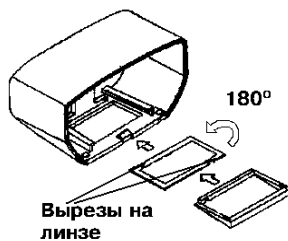

Рисунок 30
- **ВНИМАНИЕ!** выдвинуть линзу, повернуть ее на 180° (рисунок 30), установить в крышку так, чтобы одинарный вырез был направлен внутрь корпуса, гладкая сторона линзы должна быть направлена наружу;